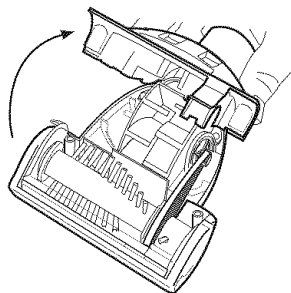

FIG. 9
Step 2: Lift up the bottom housing (FIG. 9).
Step 4: To close align top and bottom housing and tighten with the two (2) screws.
Paso 2: Levante la cubierta inferior (FIG. 9).
Paso 4: Para cerrarla, alinee las cubiertas superior e inferior y apriételas con los dos (2) tornillos.